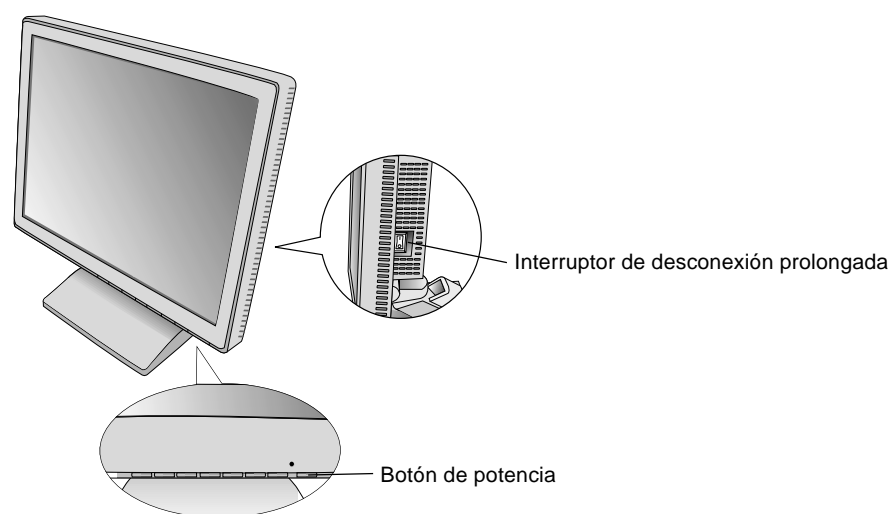

Figura D.1
6. El interruptor de desconexión prolongada situado en el lado derecha del monitor debe estar conectado (figura D.1). Encienda el monitor con el botón de potencia y conecte el ordenador.